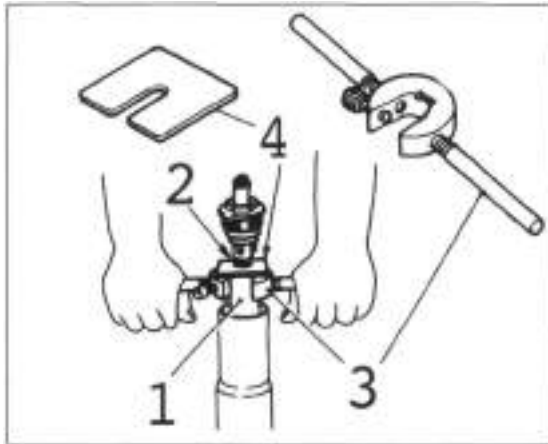

Bild 226
- Mit **Ducati-Werkzeug 88713.0 960** (Bild 226) Distanzhülse und Feder nach unten drücken und **Ducati-Werkzeug 88713.0 957** unter Gegenmutter der Dämpferstange schieben.